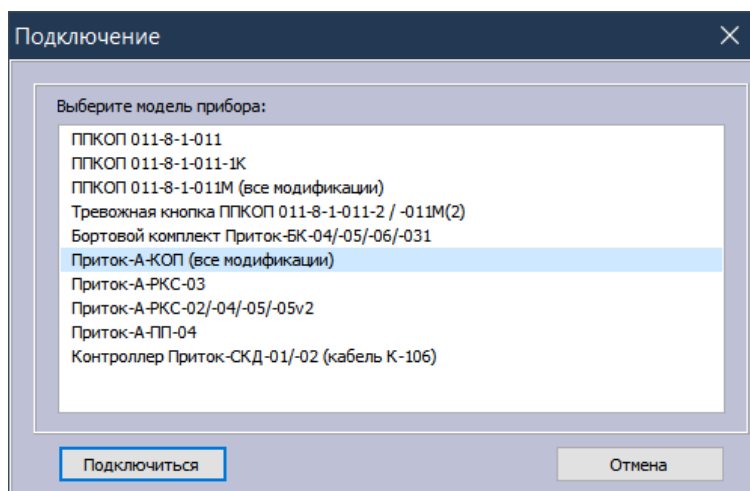

Рисунок 2
1) Подключите КОП к компьютеру с помощью стандартного кабеля mini-USB и запустите программу «Конфигуратор параметров Uniproг». В левом верхнем углу окна программы нажмите кнопку «Считать из прибора». В появившемся окне **«Подключение»** выберите из списка «Приток-А-КОП (все модификации)» и нажмите кнопку **«Подключиться»** (см. рисунок 2). Дождитесь завершения чтения параметров от КОП.